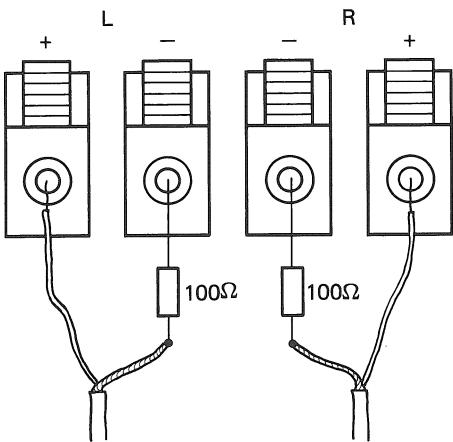

Fig. 5
- Bei verschiedenen Vollverstärkern dürfen die Masseanschlüsse des linken und des rechten Kanals nicht verbunden werden. Wenn in diesem Fall die Verdrahtungs-Variante 2 (siehe 3.2) gewählt wird, müssen die Abschirmungen von beiden Anschlusskabeln über je einen Widerstand von 100 Ohm an die **«kalten»** bzw. **$\langle-\rangle$** -Anschlüsse des Verstärkers geführt werden (siehe Fig. 5).
- On certain types of integrated amplifiers, the ground terminals of the left-hand and the right-hand channel may not be interconnected. If in this case the cabling version 2 (see 3.2) is used, each screen of the two connecting cables must be connected to the "cold" ("") terminals via a 100 ohm resistor (see fig. 5).
- Divers amplificateurs intégrés ne supportent pas que les prises de masse des canaux droit et gauche soient reliées. Si vous optez dans le cas présent pour la variante de câblage 2 (voir 3.2), les tresses de masse des deux câbles de liaison doivent être chacune reliées par une résistance de 100 Ohm aux points **«froids»**, resp. **$\langle-\rangle$** de l'amplificateur (voir fig. 5).